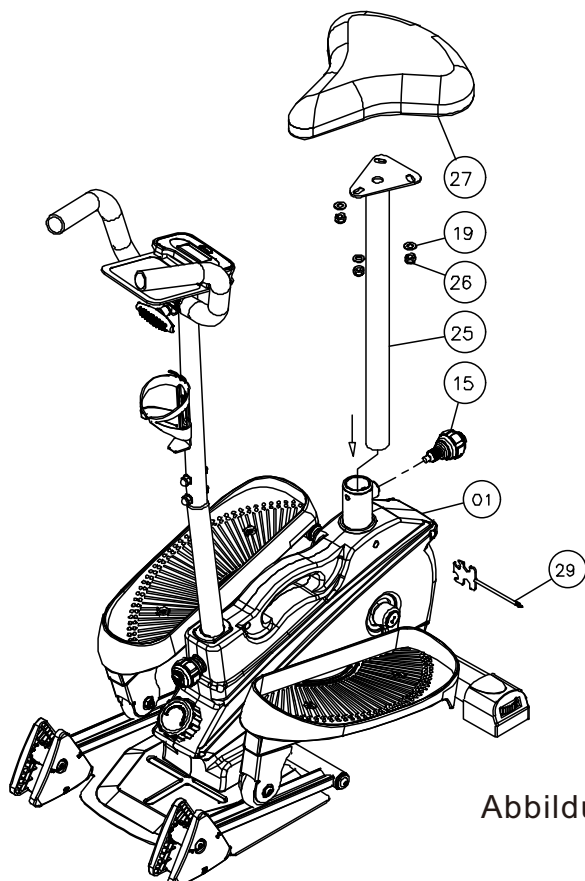

Abbildung 11
11. Verwenden Sie 3 Stück Nr. 26 Kontermutter und Nr. 19 Flachdichtung, um die Nr. 27 Sitzpolster auf dem Nr. 25 Sitzträger zu befestigen. Montieren Sie es dann in der durch die Pfeile angezeigten Richtung auf der Nr. 01 Hauptrahmenbaugruppe und sichern Sie es mit einer Nr. 15 Kugelkopf-Federgriffmutter. Wie in Abbildung 11 dargestellt: